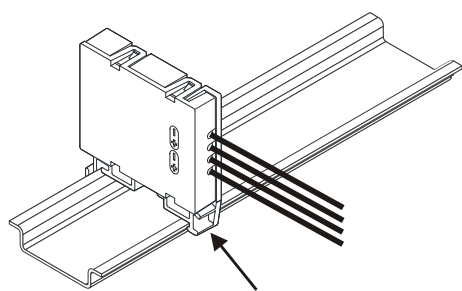

Fig. 1
- on a top hat rail (Fig. 1)
- Press the line separator with the clip against the top hat rail until it engages firmly (Fig. 1).
- Auf einer Hutschiene (Fig. 1)
- Drücken Sie den Linientrenner mit dem Klipp gegen die Hutschiene, bis er einrastet (Fig. 1).
- sur un profilé (Fig. 1)
1. Pressez le séparateur de ligne contre le profilé à l'aide du clip jusqu'à ce qu'il s'enclenche (Fig. 1).